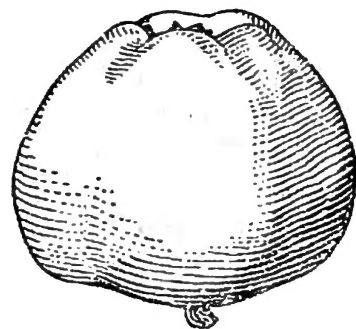

Fig. 2. — Une pomme. Certaines variétés sont bien arrondies; d'autres, comme celle-ci, ont cinq côtes saillantes
**2. Sa forme.** — Grosse en moyenne comme le poing, la pomme a une forme arrondie. Certaines variétés présentent cinq bosses nettement marquées (*fig. 2*).